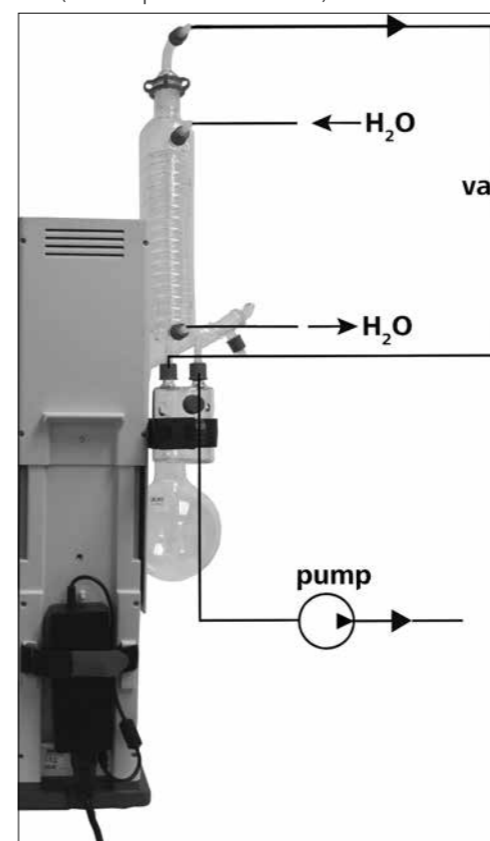

Fig. 20
- Raccordez les flexibles d'eau (**H₂O**) au condenseur selon le principe du courant contraire. (Fig. 20)